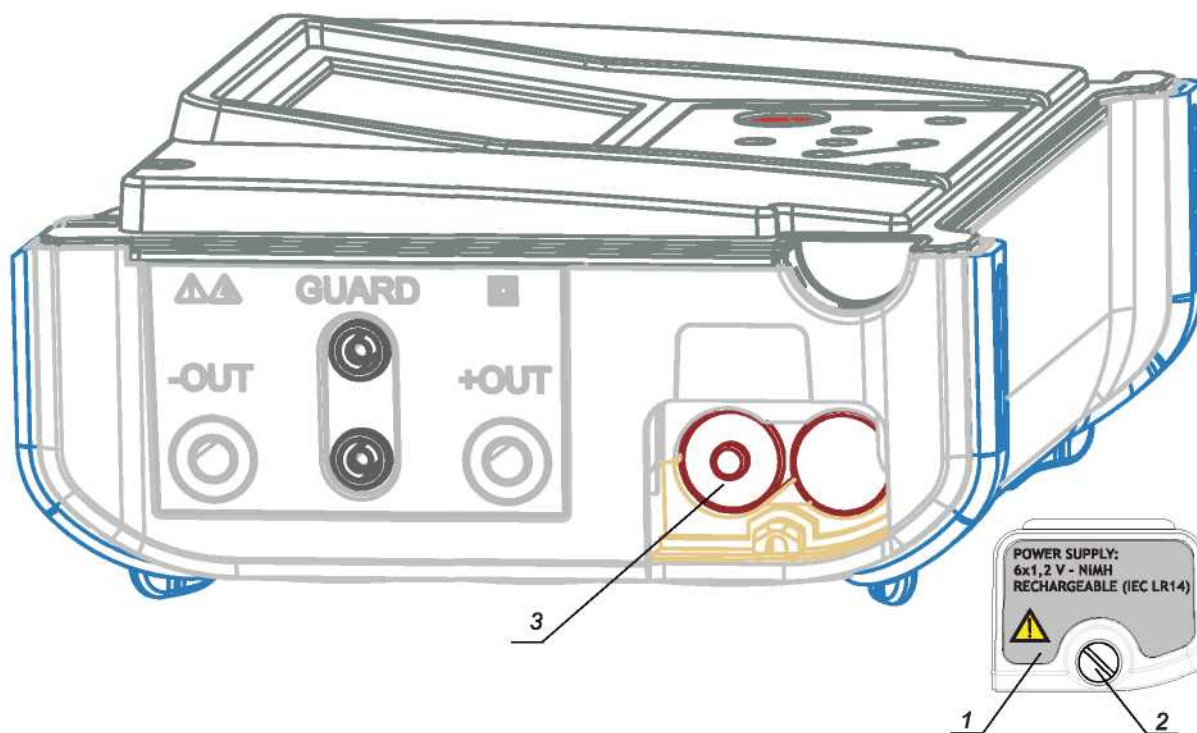

Рис. 15. Правильно установленные батареи
Батарейный отсек располагается в нижней части корпуса прибора и закрыт крышкой (см. **Рис. 15**). При первоначальной установке батарей, необходимо:
- ◆ Правильно установить батареи (см. **Рис. 15**), в противном случае прибор не будет работать!
Батарейный отсек располагается в нижней части корпуса прибора и закрыт крышкой (см. **Рис. 15**). При неисправности батарей необходимо:
- ◆ Правильно установить батареи (см. Рис. 15), в противном случае прибор не будет работать!
Номинальное напряжение питания равно 7.2 В постоянного тока. Используйте шесть NiMH элементов питания, размер которых соответствует IEC LR14 (габариты: диаметр = 26 мм, высота = 46 мм). Правильность выбора полярности при установке батарей приведен на **Рис.15**.